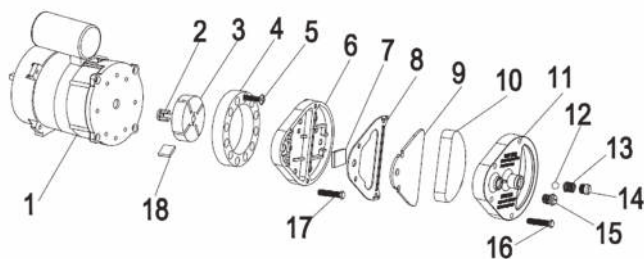

Рис. 3.
Чистка воздушного фильтра: Снимите торцевую крышку фильтра (11), помойте фильтр очистки воздуха (10) с помощью легких моющих средств и высушите его тщательно перед повторной установкой. Замена фильтра подачи воздуха (9) раз в год (Рис. 3).